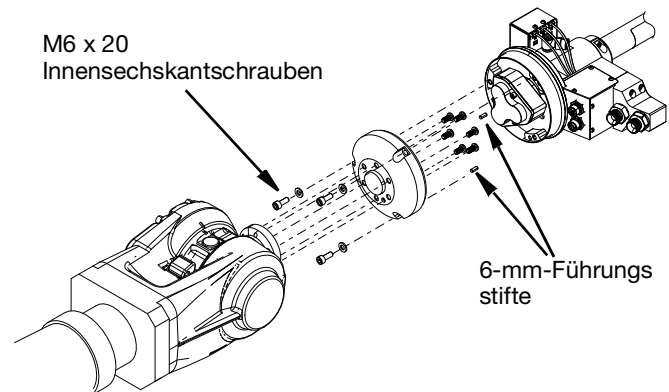

FIG. 2
2. Der Montageflansch wird dann mit drei Innensechskantschrauben M6x20 am Gehäuse der Switch 3D-Pistole befestigt. Mit 11,1 N•m (98,2 in-lbs) festziehen. Es ist darauf zu achten, dass die mit dem Bausatz mitgelieferten 6-mm-Führungsstifte an den richtigen Positionen eingesetzt werden. Siehe FIG. 2.